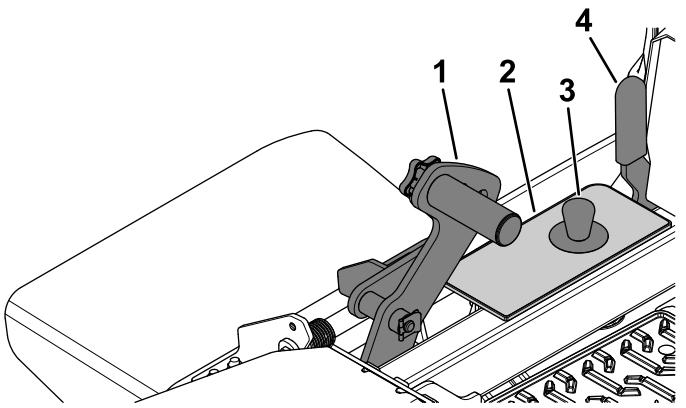

Figure 30
1. Poussez la pédale de levage du tablier complètement en avant pour bloquer le tablier en position TRANSPORT (qui est aussi la position de hauteur de coupe de 140 mm [5½ po]), comme montré à la Figure 30.
2. Pour changer la hauteur de coupe, retirez la goupille du support de hauteur de coupe (Figure 30).
3. Insérez l'axe dans le trou du support correspondant à la hauteur de coupe voulue (Figure 30).